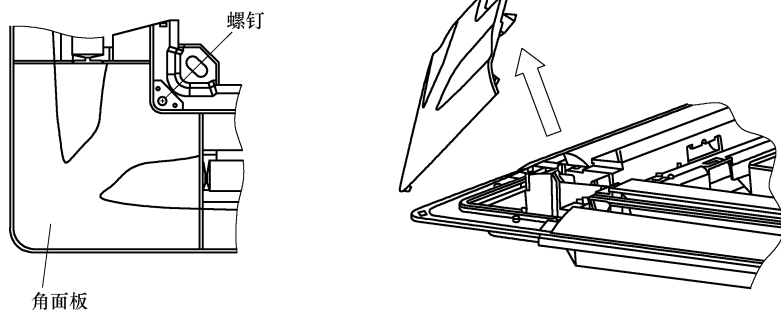

图 3-16 三菱四向嵌顶式室内机角面板拆卸示意图
(5) 拆下角面板 取出角上的螺钉，然后按照箭头所示方向将角面板向上提起，然后将其拆下，如图 3-16 所示。